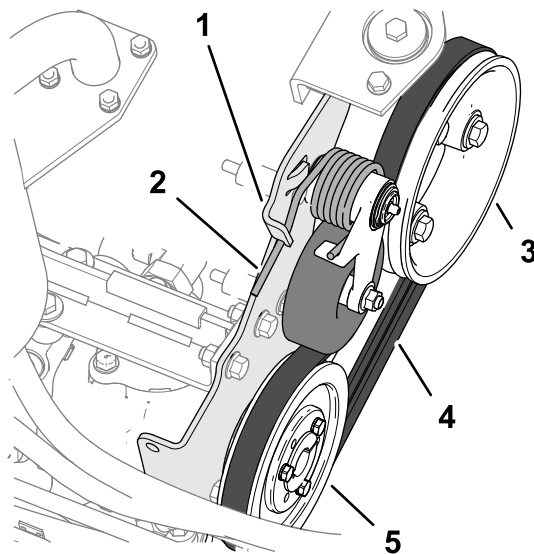

図 85
2. springの端を押し下げてポンプマウントのタブのノッチから外し、前方に移動させる **図 85**。